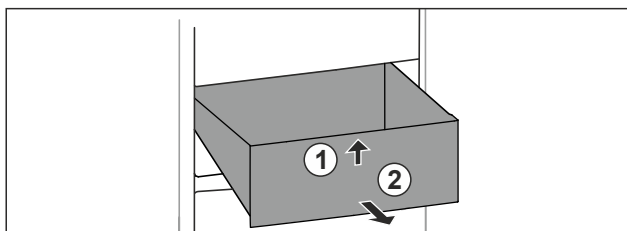

Fig. 96
- Nadzvedněte zásuvku vpředu. Fig. 96 (1)
- Vyjměte zásuvku dopředu. Fig. 96 (2)